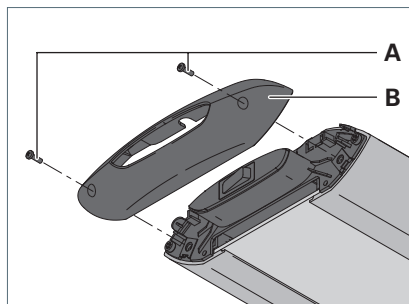
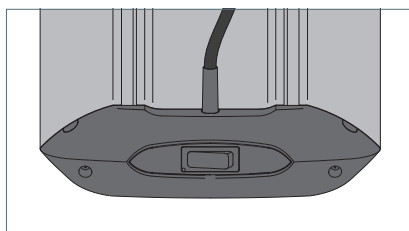

Fig. 3: Monter la partie latérale.
Fig. 4: Monter la partie latérale et la douille.
- Montez la partie latérale **B** à l'aide des vis livrées **A**, voir Fig. 3 et voir Fig. 4.